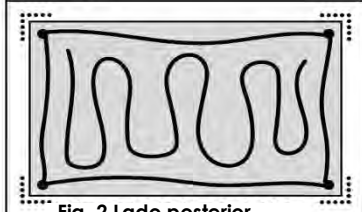

Fig. 2 Lado posterior
3. Levántela y póngale un pegamento en el lado posterior de la baldosa como sea necesario. (Fig. 2) **NOTA:** Use el pegamento según las instrucciones del fabricante.